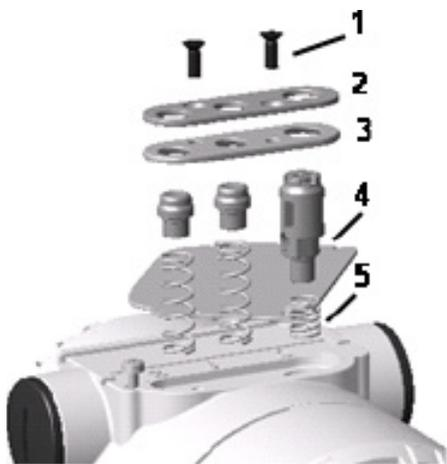

Рис. 15 Компоненты внешнего кнопочного блока
- Отпустите винты кнопочного блока (1), крепящие пластиковый элемент. Пластиковый элемент подпружинен.
- Снимите прокладки (3), которые находятся под пластиковой крышкой кнопочного блока (2).
Теперь можно снять три кнопки (4) с соответствующими пружинами (5) (см. рис. 15).